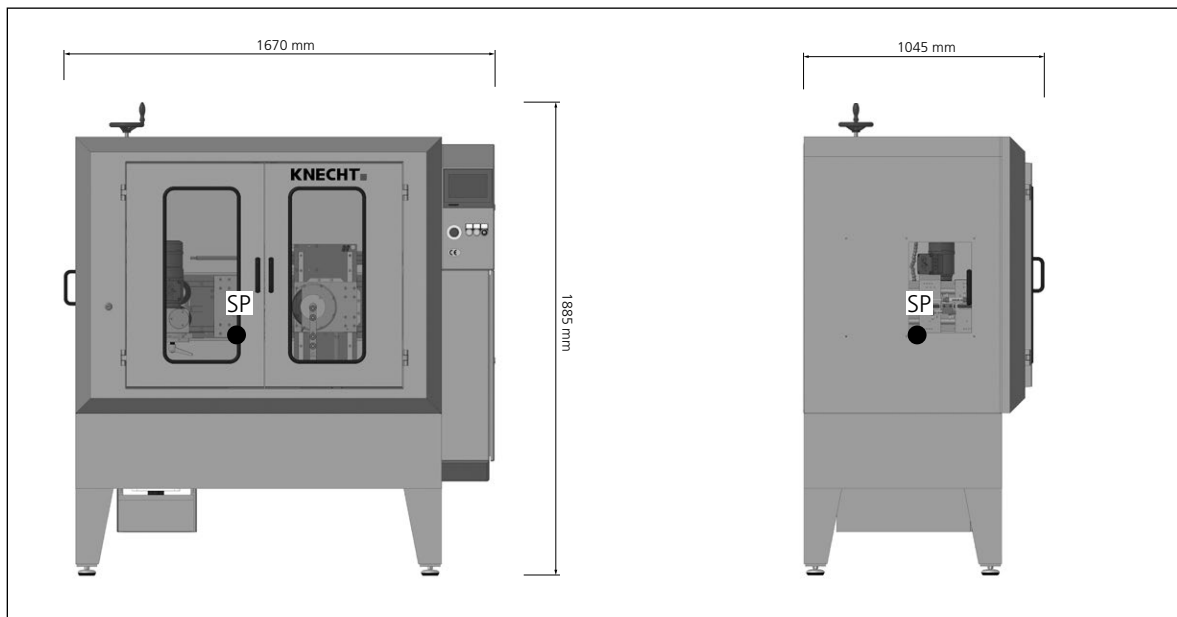

Imagen 3-1 Dimensiones en mm
Durante el transporte debe tenerse en cuenta el centro de gravedad de la máquina. En la imagen 3-1 se muestra el centro de gravedad (SP).